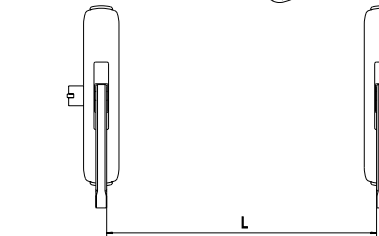

FIG. 10
- 9) Rilevare l'esatta distanza tra le staffe del maniglione (fig. 10) $L = \dots\dots\dots$ e tagliare la barra alla lunghezza di $L - 8 \text{ mm} = \dots\dots\dots + 0,5 \text{ mm} / - 1,5 \text{ mm}$
- 9) Measure the exact distance between the stirrup brackets of the panic exit device (Fig. 10) $L = \dots\dots\dots$ and cut the bar to the length $L - 8 \text{ mm} = \dots\dots\dots + 0.5 \text{ mm} / - 1.5 \text{ mm}$
- 9) Mesurer la distance exacte entre les brides de la poignée anti-panique (fig. 10) $L = \dots\dots\dots$ et couper la barre à la longueur de $L - 8 \text{ mm} = \dots\dots\dots + 0,5 \text{ mm} / - 1,5 \text{ mm}$
- 9) Determine la distancia exacta entre las abrazaderas de la barra (Fig. 10) $L = \dots\dots\dots$ y corte la barra a una longitud de $L - 8 \text{ mm} = \dots\dots\dots + 0,5 \text{ mm} / - 1,5 \text{ mm}$
- 9) De exacte afstand tussen de twee beugels van het anti-paniekslot (afb. 10) $L = \dots\dots\dots$ bepalen en de duwstang op de lengte $L - 8 \text{ mm} = \dots\dots\dots + 0,5 \text{ mm} / - 1,5 \text{ mm}$ afkorten.
- 9) Jetzt mißt man den genauen Abstand zwischen den Türdrücker-Bügel (Abb. 10) $L = \dots\dots\dots$ und schneidet die Stange auf eine Länge von $L - 8 \text{ mm} = \dots\dots\dots + 0,5 \text{ mm} / - 1,5 \text{ mm}$ zu.